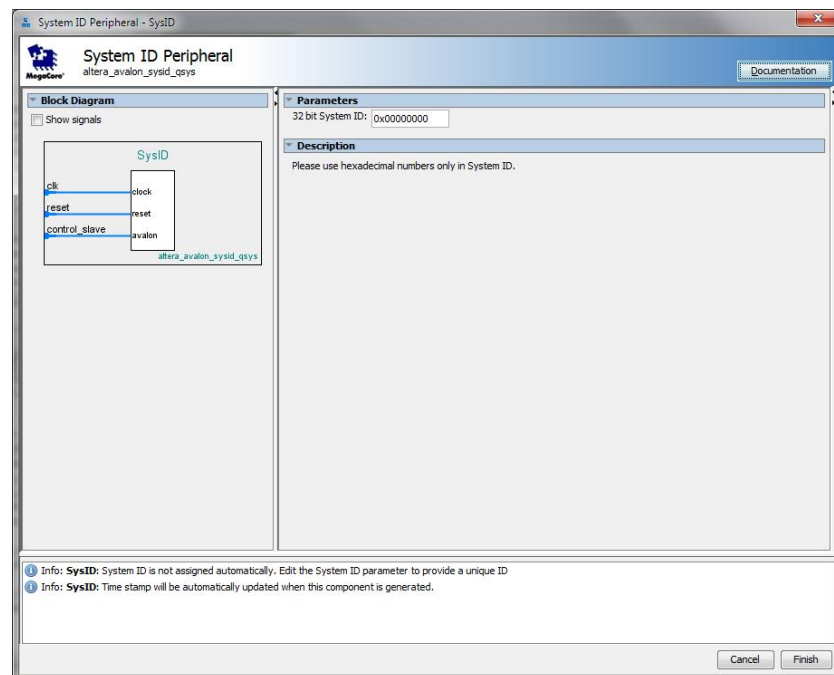

Рис. 63. Налаштування System ID Peripheral
16. Додайте до системи модуль *System ID Peripheral* та залиште його налаштування за замовченням (рис. 63). Він знаходиться у папці *Basic Functions -> Simulation; Debug and Verification -> Debug and Performance*.